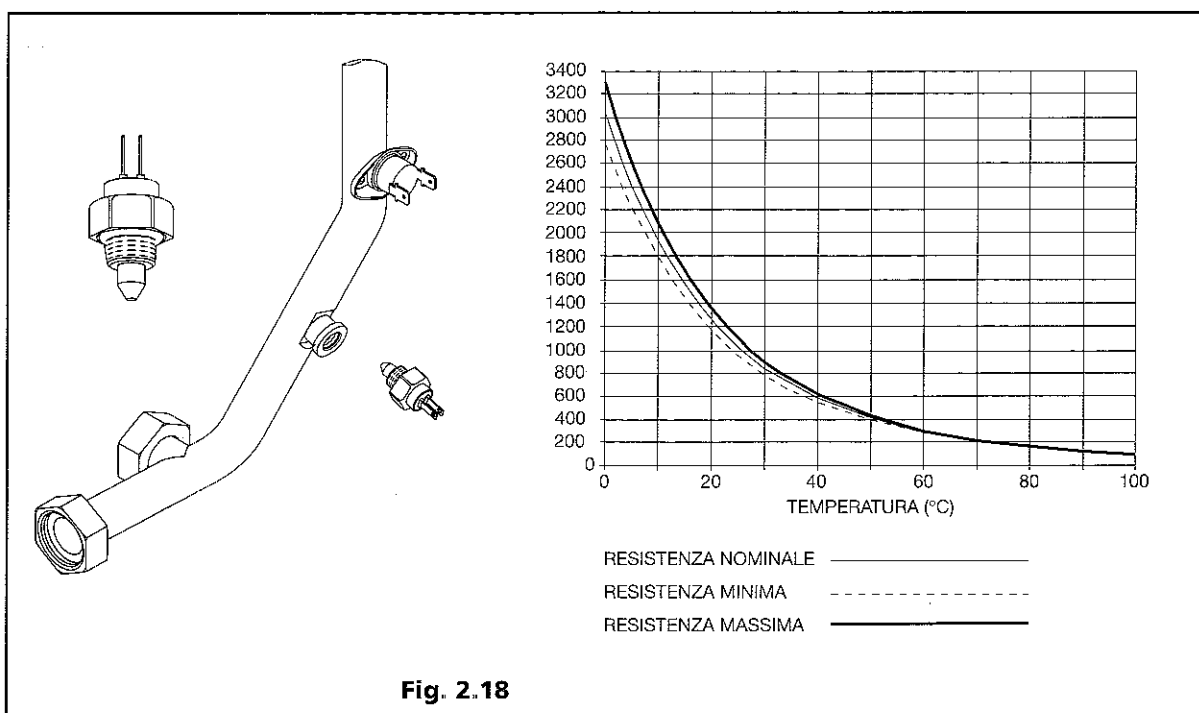

Fig. 2.18
2.13 Sonda controllo temperatura NTC (Fig. 2.18)